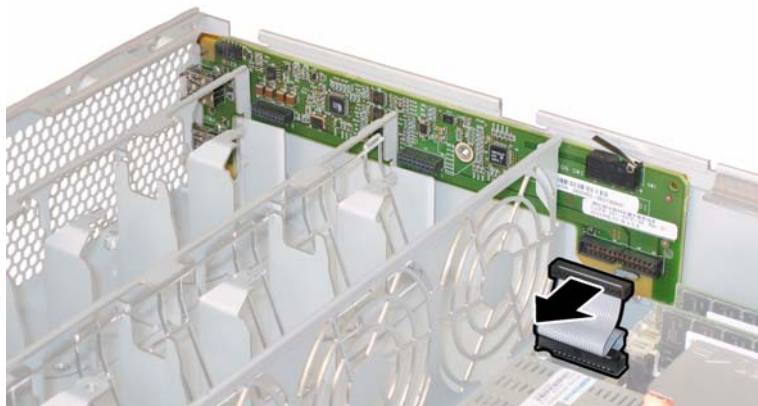

图 4-48 断开互连线缆
- 10. 从主板和前面 I/O 板上断开或拔下相连的前面 I/O 互连线缆。请参见图 4-48。